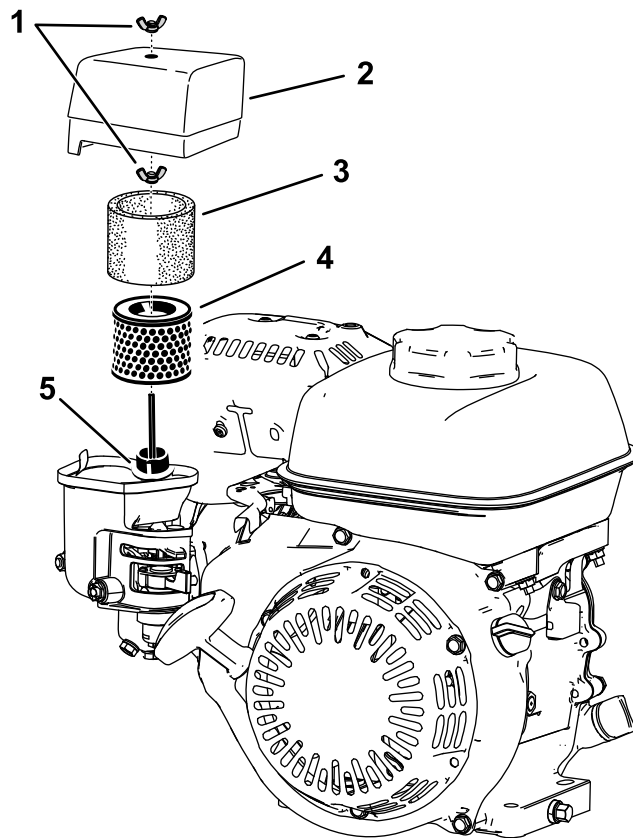

Figura 31
- Rimuovete il dado ad alette che assicura la protezione del filtro dell'aria (Figura 31).